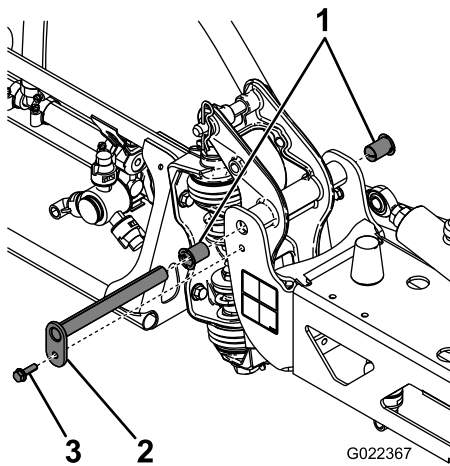

Bild 85
3. Wenn das Gewicht des Auslegers abgestützt ist, nehmen Sie die Schraube und die Mutter ab, mit denen der Lagerbolzen am Ausleger befestigt ist (Bild 85).
6. Nehmen Sie die Nylonbüchsen vorne und hinten an der Schwenkhalterung ab und prüfen Sie sie (Bild 85).
8. Montieren Sie den Ausleger und die Schwenkhalterung im mittleren Rahmen und richten die Öffnungen aus (Bild 85).